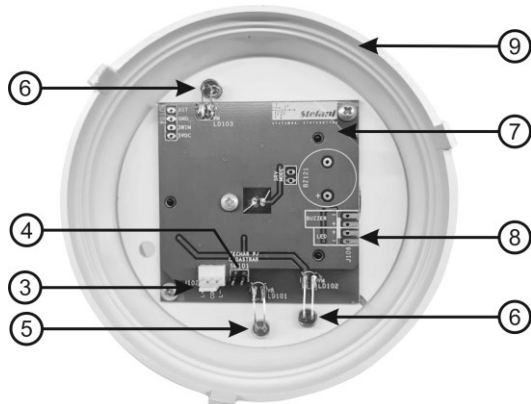

Figura 2: Legenda interna do detector.
- 2- Fechar JUMPER SW101 (item 4 figura 2).
- 3- Conectar chicote de 3 vias em J102 (item 3 figura 2). O chicote de cadastramento é fornecido junto a Central.
- 5- Conectar chicote 3 vias no conector J102 (item 3 figura 2).